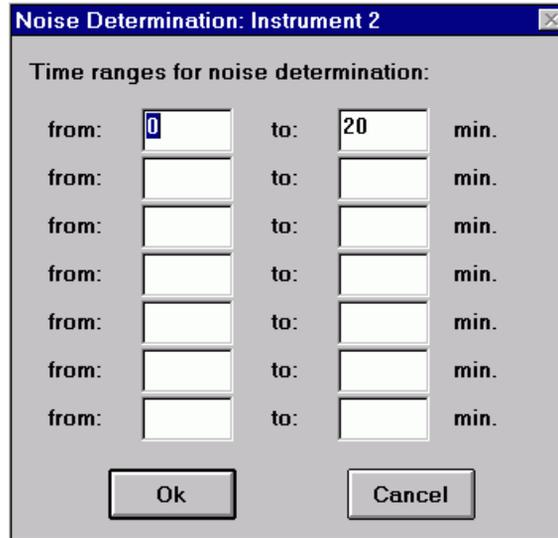

図 30 RID ベースラインチェックアウトのノイズ範囲
- 7 『81 ページ 図 30』 に示すように、ノイズ決定の時間範囲を 0 ～ 20 分に設定します。